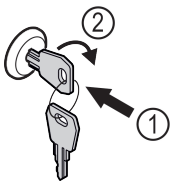

Fig. 146 Beispielhafte Darstellung
- ▶ Schlüssel hineindrücken Fig. 146 (1).
- ▶ Schlüssel um 90° im Uhrzeigersinn drehen Fig. 146 (2).